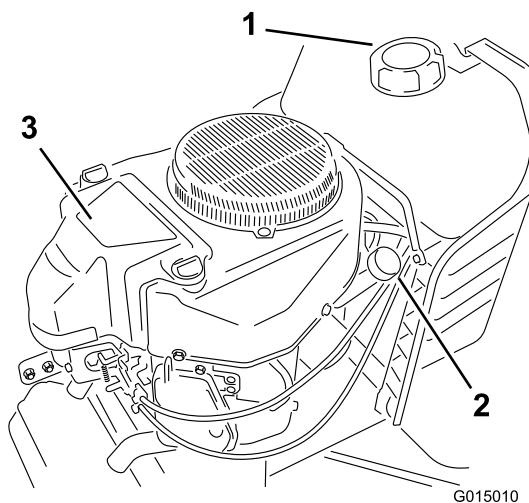

Figure 17
5. Nettoyez la surface autour de la jauge d'huile (Figure 17) pour éviter que des impuretés ne s'introduisent dans le goulot de remplissage, ce qui risquerait d'endommager le moteur.
10. Versez lentement environ 80 % de la quantité d'huile spécifiée dans le trou de remplissage (Figure 17). Vérifiez le niveau d'huile (voir Contrôle du niveau d'huile).
6. Versez lentement environ 80 % de la quantité d'huile spécifiée dans l'orifice de remplissage (Figure 17). Contrôlez le niveau d'huile (voir les points 6 et 7 de la rubrique Contrôle du niveau d'huile).